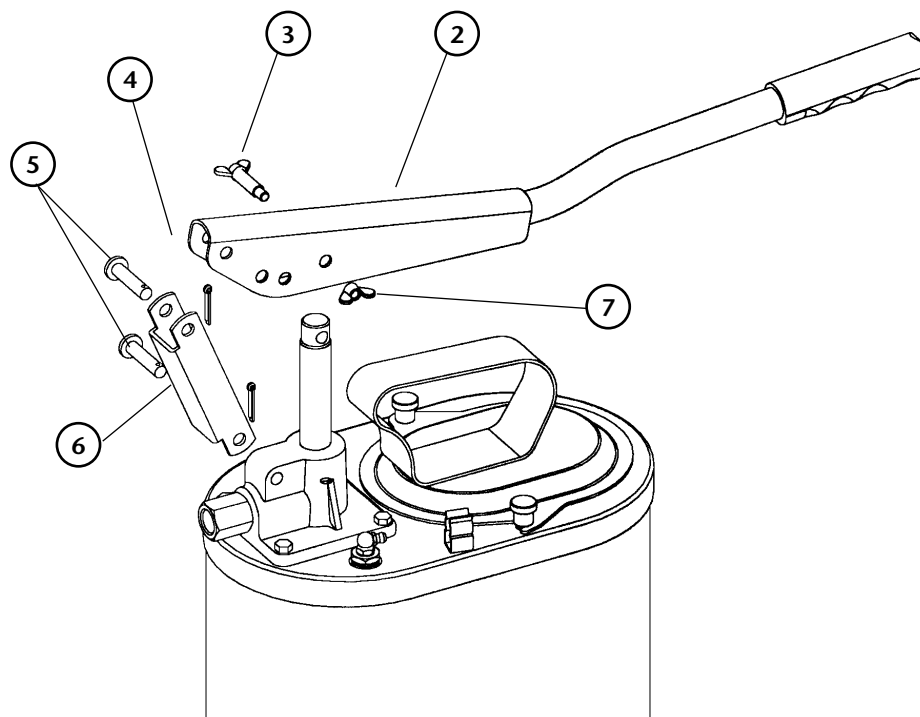

Fig. 2
Assemble the lever (2) and the link (6) as shown in figure 2.
Assembler le levier (2) et la bielle (6) tout comme il est indiqué sur la figure 2.
Handgriff (2) und Gelenk (6) montieren, wie im Bild 2 gezeigt. Gelenk (6) am Pumpenkörper mit den Bolzen (5) fixieren und mit den Splints (4) sichern.